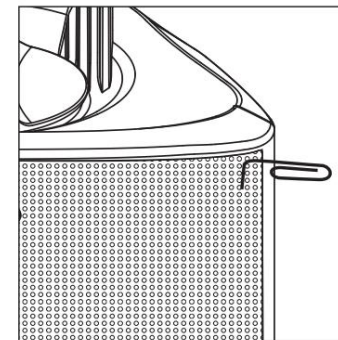

FIGURA 5: Îndepărtați grila folosind o agrafă de birou.
1. Mai întâi, scoateți butoanele și suporturile din suporturile lor. Apoi, scoateți grila agățând-o ușor cu o agrafă de birou pliată și scoțând-o ușor din carcasă [figura 5].